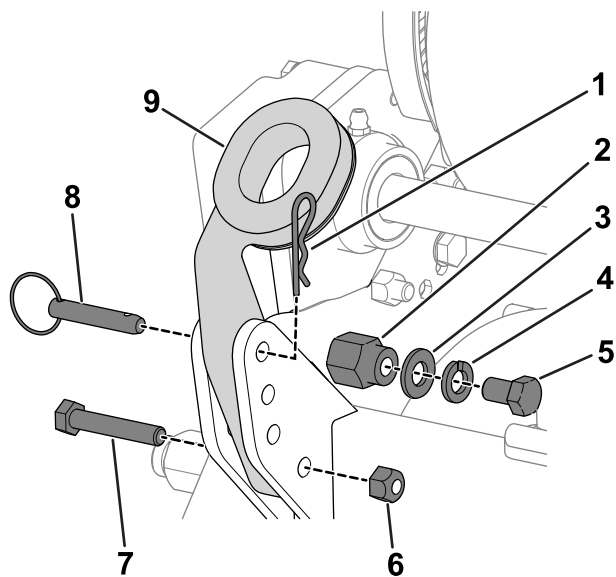

図 3
1. ハンドルアームの下部を機体両側に固定しているボルト5/16"、ロックナット、リングピン、ヘアピンコッターを取り外す 図 3。
2. 機体両側の取り付けピンから、ボルト3/8"、ワッシャ、ロックワッシャを取り外す 図 3。
3. ハンドルの各端をハンドルアームの穴に差し込み、取り付けピンとハンドルの穴を整列させる 図 3。
6. 先ほど外したボルト5/16"、ロックナット、ヘアピンコッターを使って、ハンドルアームをフレーム後部に固定する 図 3。